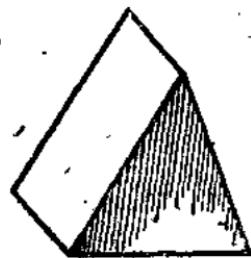

图 1-9
4. 一个三角墩立在桌上如图 1-9。从它的前面往后看，看到它的前面是一个三角形，画一个三角框来表示，如图 1-10 的上部。再从頂上往下看，同时看到它的兩個斜面都象長方形，画两个連着的方框来表示两个斜面的界限，如图 1-10 的下部。由此可見这套图上有兩种的面，一种是平的，另一种是斜的，并且斜面所表示的比真正的面小些。